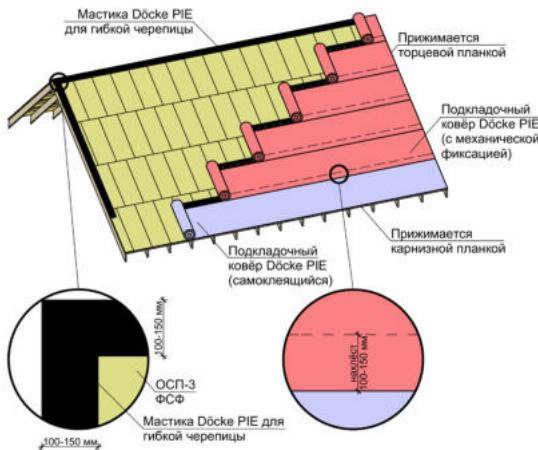

Рис. 6 Схема расположения подкладочного ковра Döcke PIE (последовательность укладки полотен в соответствии с п. 4.1.2).
4.1.5 Крепёж подкладочного ковра – тип 1 (таблица №1). Шаг гвоздей составляет 200 мм в местах нахлестов (рис. 6). Самоклеящиеся ковры Döcke PIE вдоль карниза снизу прижимаются карнизными планками (п.5). Самоклеящийся подкладочный ковёр необходимо крепить гвоздями в тех случаях, когда планируются перерывы в работе, а также когда планируется использовать ковры в качестве временной кровли.